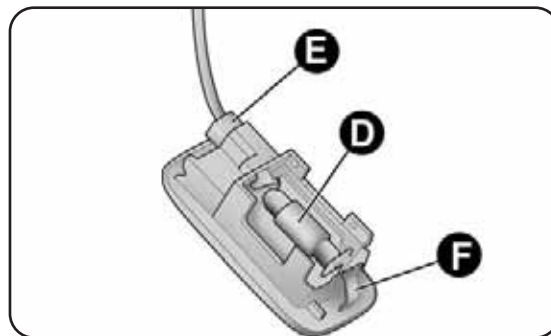

fig. 37
- quite la protección B desvinculándola de las patillas C, sustituya la lámpara D-fig. 37 tirando de ella hacia fuera y desvinculándola de los contactos laterales;
- vuelva a montar el plafón introduciéndolo primero del lado E-fig. 37 y presionando luego el otro hasta oír el “clic” de bloqueo de la lengüeta F.